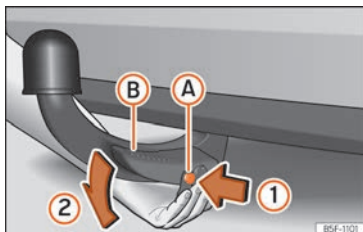

Fig. 183 Desmontar el gancho de remolque
- Presione el perno de desbloqueo (A) en el sentido de la flecha (1) y, al mismo tiempo, la palanca (B) en el sentido de la flecha (2) hasta el tope »» fig. 183.